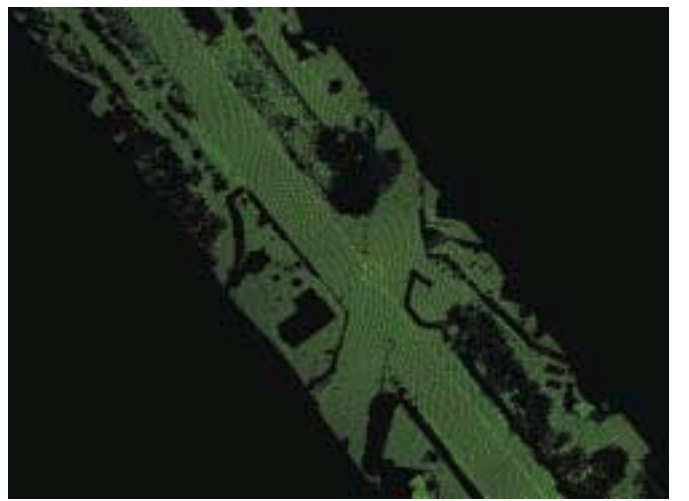

Figure 5
- un filtre isole les points du MNT par étude des différences d'élévation et des surfaces planes – pour filtrer la végétation – entre points voisins. Ce filtre sert aussi par la suite au dessin des profils en long et en travers de la voie. (figure 5)